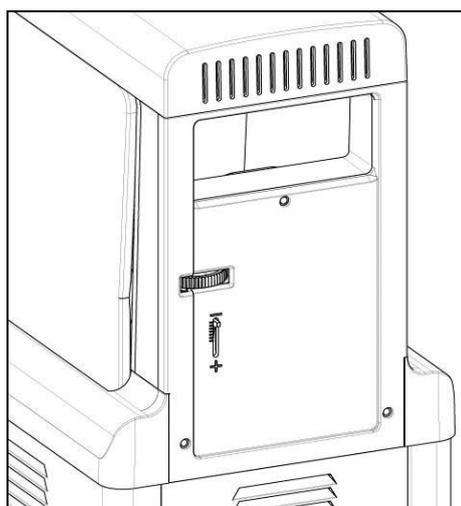

Fig. 25
- Regolare la consistenza sul livello desiderato agendo sulla rotella collocata nel retro della macchina (fig. 25); girando verso sinistra in senso orario, il segnalatore di livello si sposterà verso il segno - ed il prodotto diventerà meno denso, girando verso destra in senso antiorario, il segnalatore di livello si sposterà verso il segno + ed il prodotto diventerà più denso.
- Nel caso in cui il prodotto non abbia la consistenza desiderata è necessario portare l'interruttore B sulla posizione 0, regolare la consistenza come desiderato (fig.25) e fare ripartire il ciclo dalla fase A posizionando di nuovo l'interruttore B sulla posizione FIOCCO DI NEVE (capitolo 9).